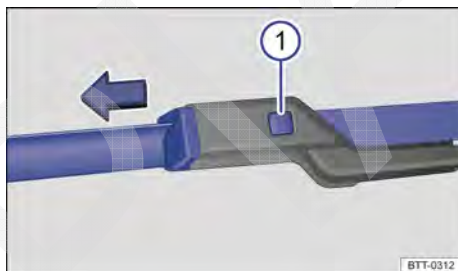

Fig. 201 Substituir as palhetas dos limpadores do para-brisa.
- Manter o botão de destravamento → Fig. 201 ❶ pressionado e, ao mesmo tempo, puxar a palheta dos limpadores do para-brisa para fora, no sentido da seta.